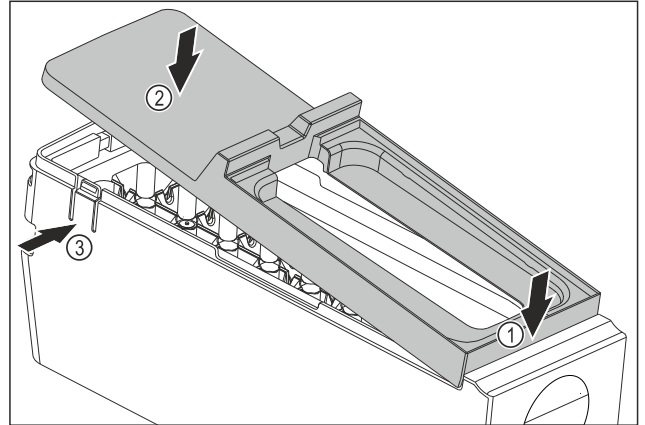

Fig. 120
- ▶ Abdeckung des EasyTwist-Ice-Korpus montieren: Abdeckung vorne ansetzen. Fig. 120 (1)
- ▶ Abdeckung hinten absenken. Fig. 120 (2)
- ▷ Abdeckung rastet hörbar in beiden Laschen Fig. 120 (3) ein.